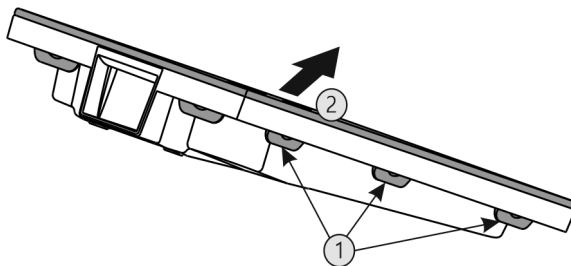

Fig. 42
- ▶ Всі накладки Fig. 42 (1) натиснути послідовно і вийняти кришку Fig. 42 (2).